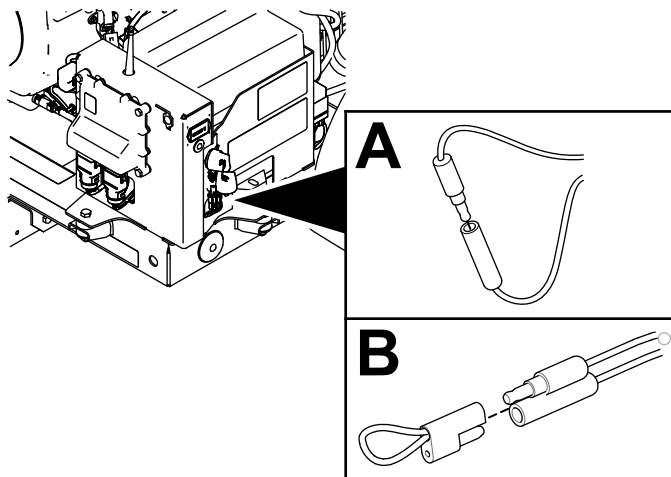

Figura 57
2. Scoatei conectorul cu un pin din conectorul cu un soclu (Figura 57).
3. Introduceți conectorul cu un pin în conectorul cu un soclu în capacul cu tether (Figura 57).